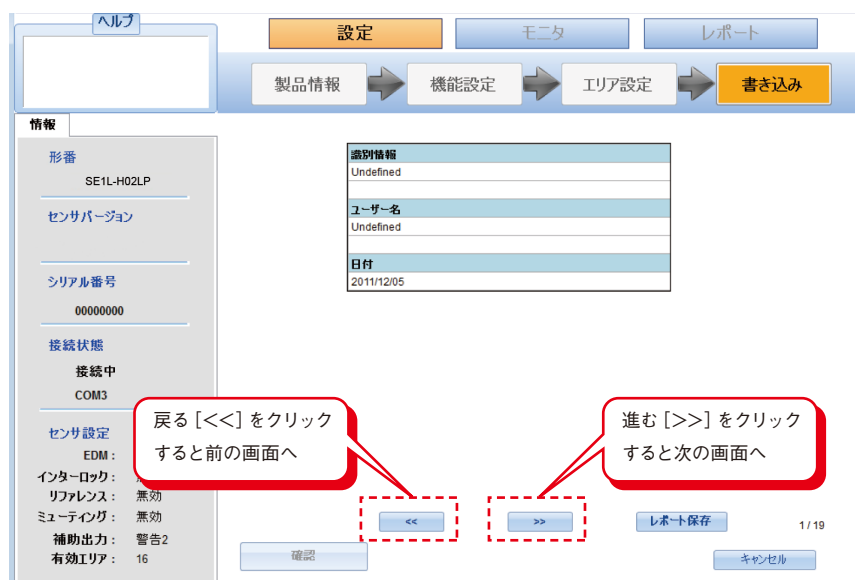

図7-51. 設定確認ウィンドウ
- 図7-51に示すように、SE1Lとユーザーの識別情報が表示されます。